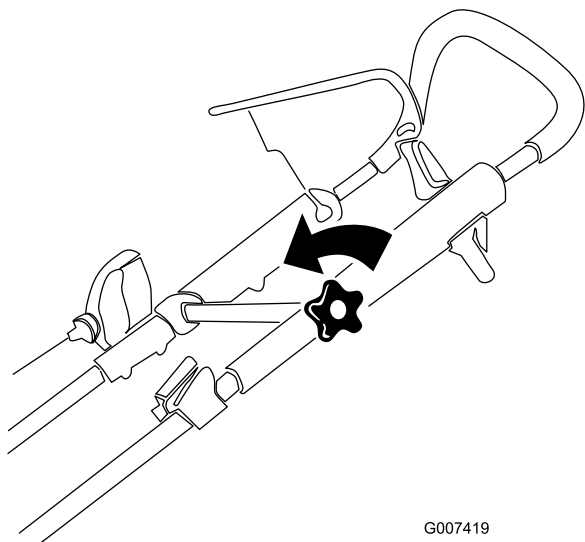

Figura 18
1. Afloje el pomo del manillar superior (Figura 18).